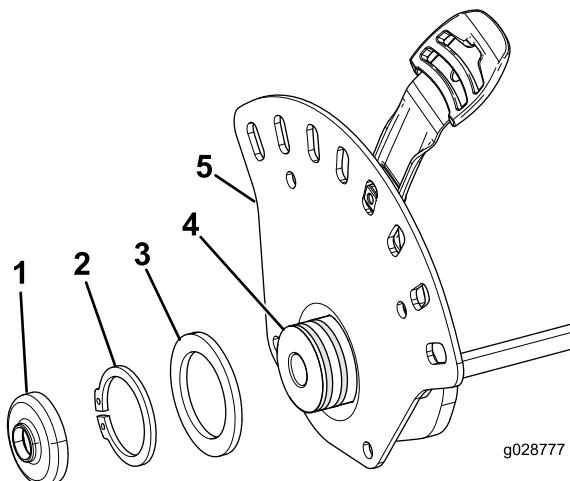

Figure 3
- Déposez le couvercle du dispositif de retenue, le circlip et la rondelle de la plaque de hauteur de coupe (Figure 3).
- Reposez la rondelle, le circlip et le couvercle du dispositif de retenue sur la plaque de hauteur de coupe (Figure 3).